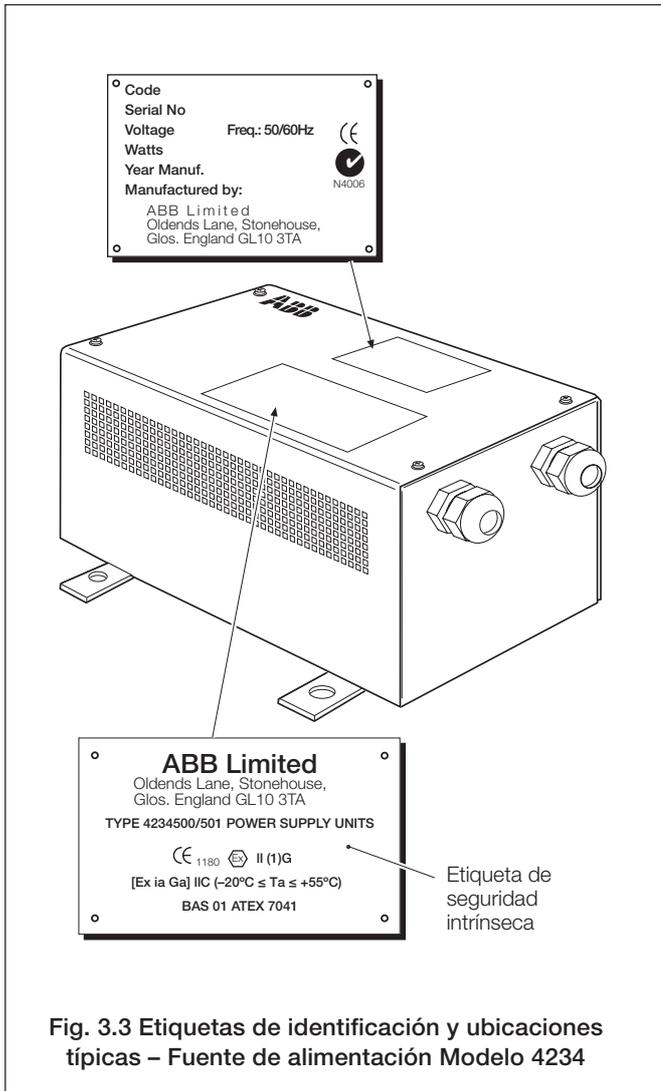

Fig. 3.3 Etiquetas de identificación y ubicaciones típicas – Fuente de alimentación Modelo 4234
2.3 Unidades de fuente de alimentación Modelo 4234 500/4234 501 (Fig. 3.3)
3.1.3 Fuente de alimentación Modelo 4234 (Fig. 3.3)